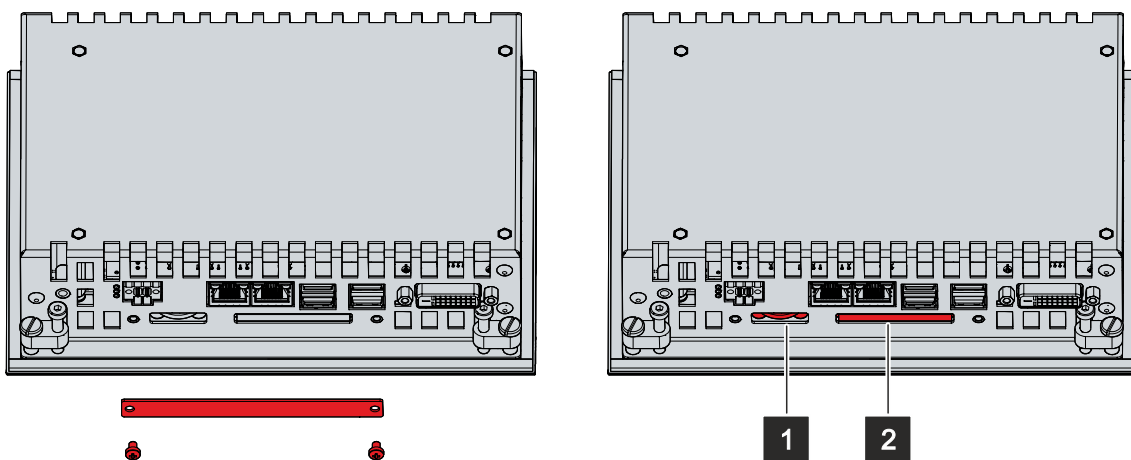

Abb. 21: Zugang Batterie und Speichermedium
Um die Batterie und das Speichermedium tauschen zu können, müssen Sie sich zunächst Zugang zu diesen Gerätekomponenten verschaffen. Sie erhalten Zugang zu Batterie und Speichermedium über Unterseite des Panel-PCs. Die Gerätekomponenten befinden sich hinter einer Abdeckung. Lösen Sie die beiden M3-Schrauben, um Zugang zu Batterie (1) und Speichermedium (2) zu erhalten (siehe Abb. 21).